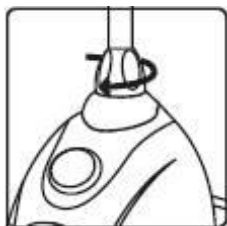

Abb. 5
3. Führen Sie den Stiel in die Basis ein, ziehen Sie die Feststellschraube am Stiel zum Verschrauben mit der Basis so fest wie möglich an. (Abb. 5)